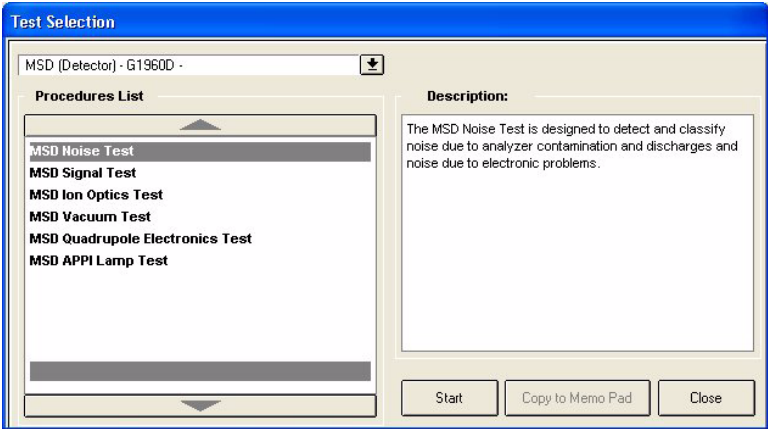

图 66 MS 诊断测试
- **显示模块测试** – 显示该模块的诊断测试列表，如第 120 页上的图 66 所示。
有许多预编程的诊断测试，可用于系统中的每个模块。通过单击仪器面板中的模块图标，然后选择**显示模块测试**，可以显示每个模块的完整测试列表。图 66 显示了 MS 的测试。